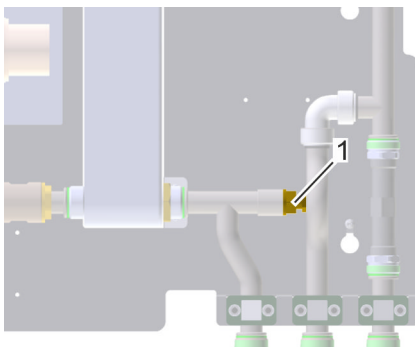

Abb. 51: Ventil frischwasserseitig aufdrehen
1. ➔ Um den Sekundärkreislauf des Frischwarmwassermoduls drucklos zu schalten, 1 Ventil (Abb. 51/1) aufdrehen.